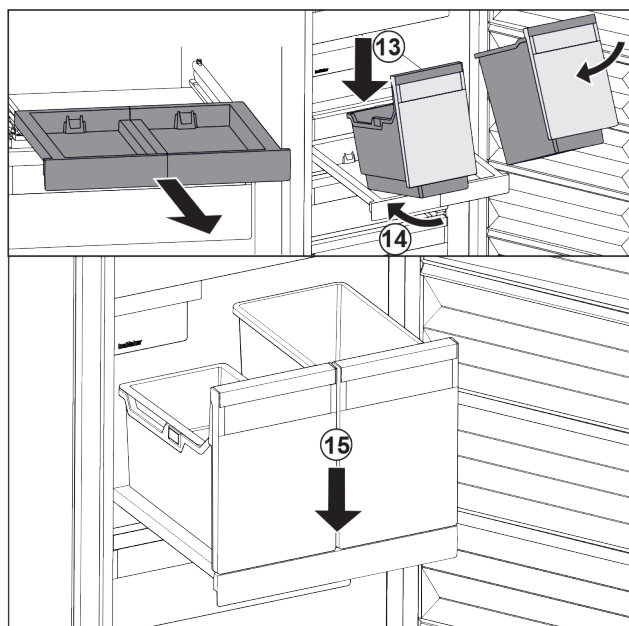

Fig. 129
- ▶ Założyć pojemnik pod skosem na wysuwaną półkę. *Fig. 129 (13)*
- ▶ Wsunąć pojemnik pod skosem do tyłu. *Fig. 129 (14)*
- ▶ Osadzić pojemnik z przodu. *Fig. 129 (15)*